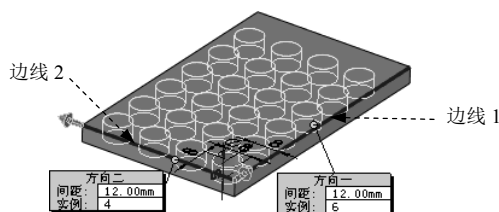

图 5.19.3 定义阵列参数
(1) 定义方向 1 参考边线。单击以激活 **方向 1(1)** 区域中的 文本框，选取如图 5.19.3 所示的边线 1 为方向 1 的参考边线。
(2) 定义方向 1 参数。在 **方向 1(1)** 区域的 文本框中输入数值 12.00；在 文本框中输入数值 6。
(3) 选择方向 2 参考边线。单击以激活 **方向 2(2)** 区域中  按钮后的文本框, 选取如图 5.19.3 所示的边线 2 为方向 2 的参考边线, 然后单击  按钮。
(4) 定义方向 2 参数。在 **方向 2(2)** 区域的  文本框中输入数值 12.00; 在  文本框中输入数值 4。